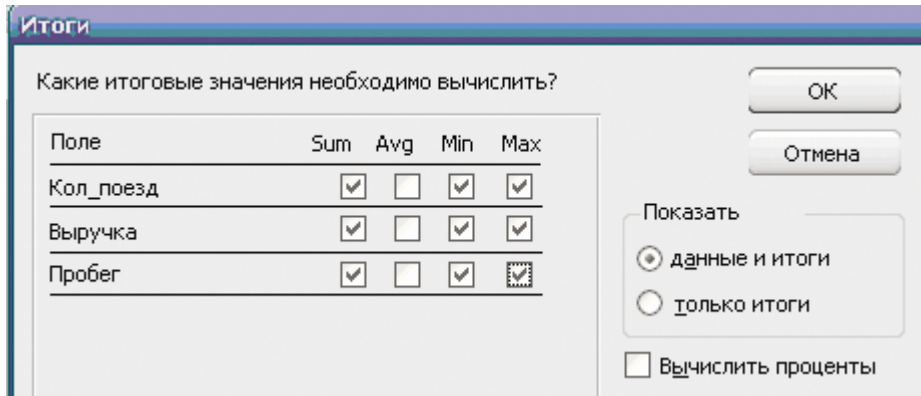

Рис.38– Диалоговое окно **Создание отчетов – Итоги**
9. Выполнить щелчок левой клавишей мышки по кнопке итоги. На экране появится диалоговое окно Итоги (рис.38).